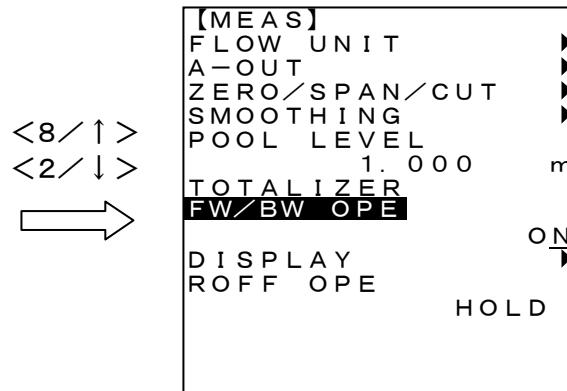

図4-7-14
2. <8/↑><2/↓>キーで設定値を変更します。 (図4-7-14)